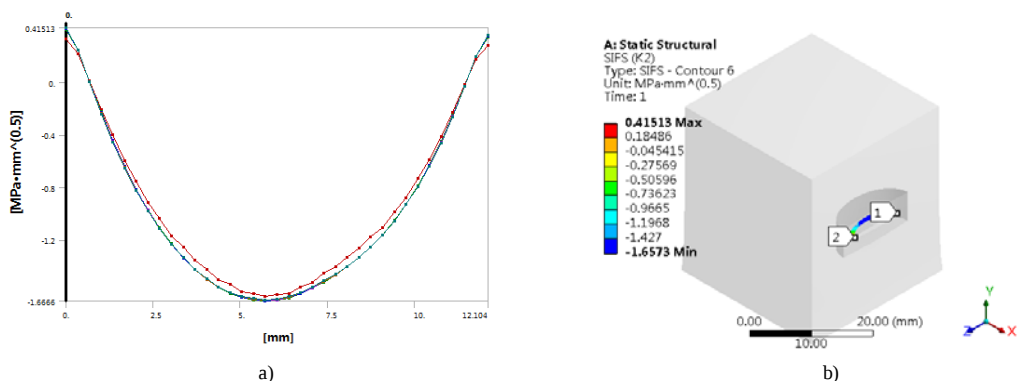

图 19-19 SIFS (K2) 结果
9) 右击 “Insert” → “SIFS (K2)” 对象, 在弹出的快捷菜单中选择 “Evaluate All Results”, 此时进行求解, 求解后得到的 SIFS (K2) 结果如图 19-19 所示。